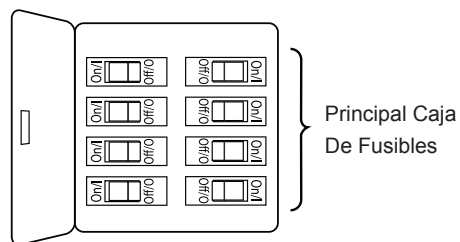

Figura 1
Para evitar una posible descarga eléctrica, asegúrese de cortar la alimentación eléctrica de la caja de fusibles principal antes de colgar el ventilador. (Figura 1)
- ☐ 1. Para configurar el código de unidad del receptor. Deslice los interruptores de código a las mismas posiciones que en el transmisor. (Figura 1)